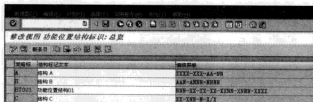

图 10-76 “修改视图 功能位置结构标识：总览”界面
STEP 1 在命令栏输入 SPRO 命令，通过菜单选择“工厂维护和服务→工厂维护和服务中的主数据→技术对象→功能位置→创建参考位置/功能位置的结构标识”选项，或者直接在命令栏输入“OIPK”命令，在弹出的界面中单击“④”按钮，进入“修改视图 功能位置结构标识：总览”界面，如图 10-76 所示。